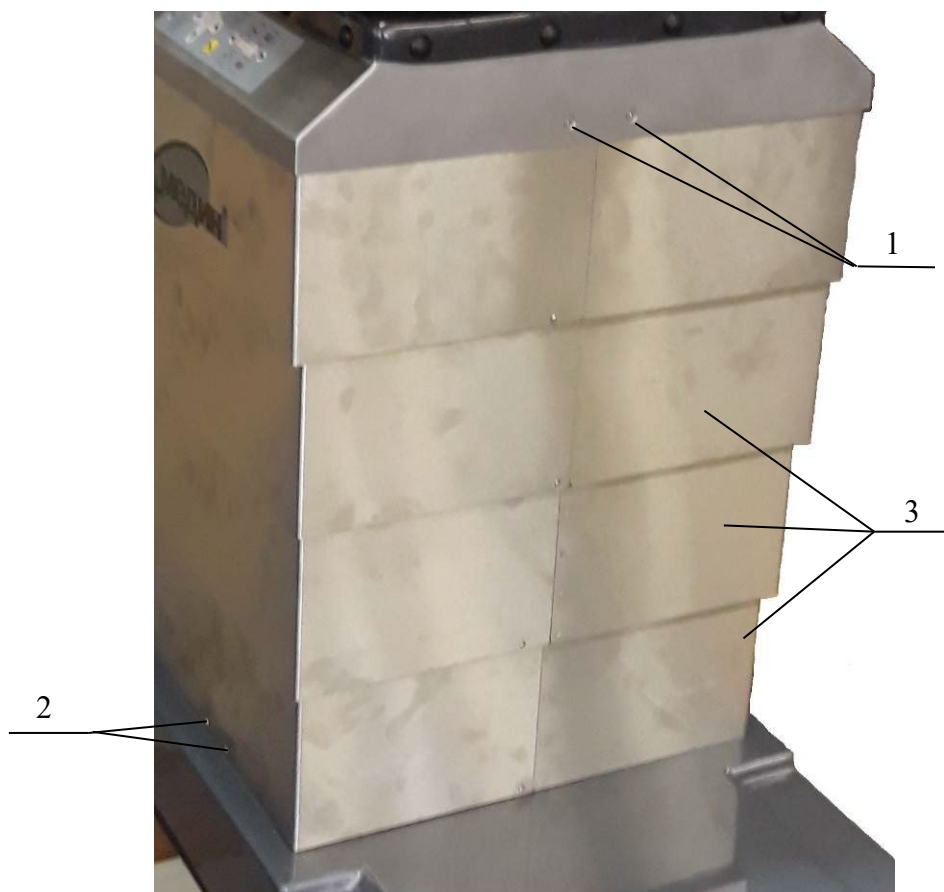

Рисунок 18. Снятие обшивок колонны.
- отверните винты 1 (4 шт., Рисунок 18);